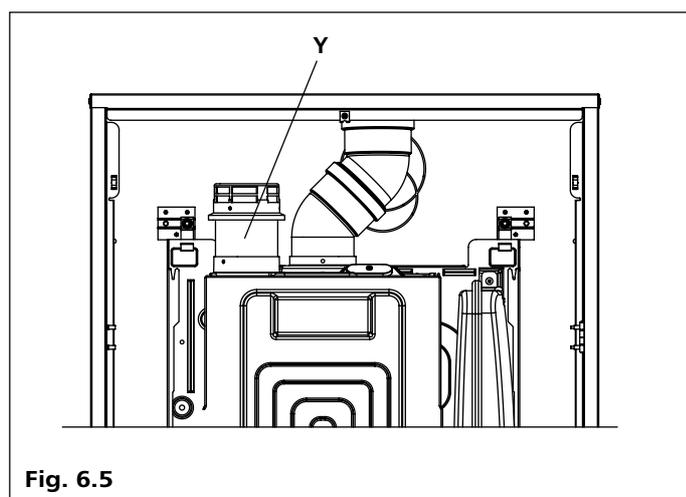

Fig. 6.5
Nella fig. 6.5 si riporta un esempio di installazione dell'unità da incasso (BOX) con aspirazione dell'aria utilizzando l'apposito kit (Y) e scarico dei prodotti della combustione verso l'alto.